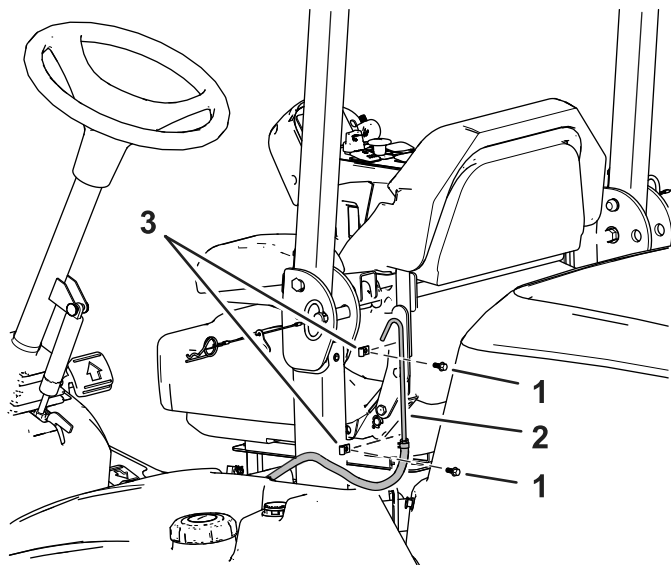

Figure 6
- 9. Sur l'arceau de sécurité, retirez les colliers en R qui fixent les tubes d'évent (Figure 6).
- 11. Reposez les colliers en R sur l'arceau de sécurité sans les tubes d'évent (Figure 6).